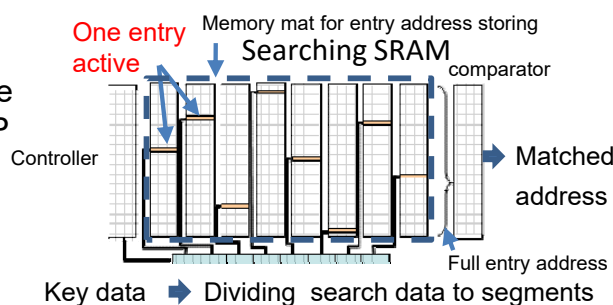

図3 最近の注目システムその2 検索エンジン: Axonerve
- 最近の注目システム その2 **検索エンジン: Axonerve** (図3) クラウドコンピューティングの時代になり、高速大容量ネットワーク (Internet環境) に必須のルータやスイッチに多用されている検索エンジンの一つ Contents Addressable Memory (CAM) の新アルゴリズムで、低電力エンジンもIPとして開発完了間近